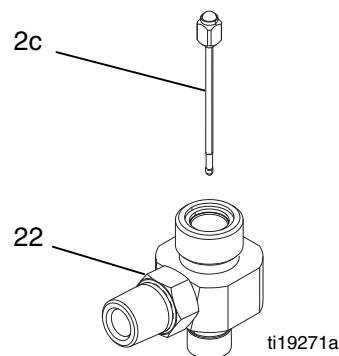

FIG. 12
2. Graissez légèrement l'extrémité fine du pointeau (2c), ensuite guidez-la dans l'extrémité large du carter de fluide (22). Consultez la FIG. 12.